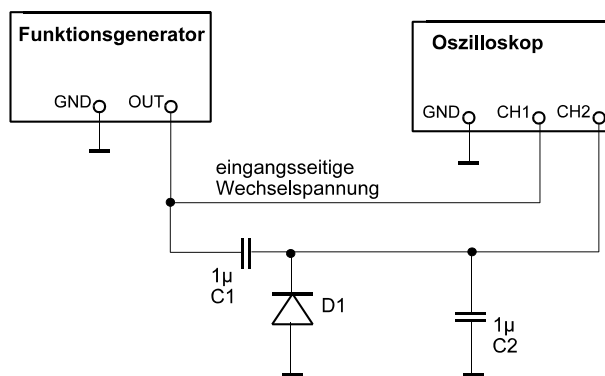

**Abb. 2.4** Meßgleichrichter.
2. So anschließen, wie in Abb. 2.4 gezeigt. Was kommt ohne Kondensator heraus, was mit? Welcher charakteristische Wechselspannungskennwert wird jeweils gemessen? Wodurch erklären sich die Abweichungen vom jeweiligen theoretischen Wert?